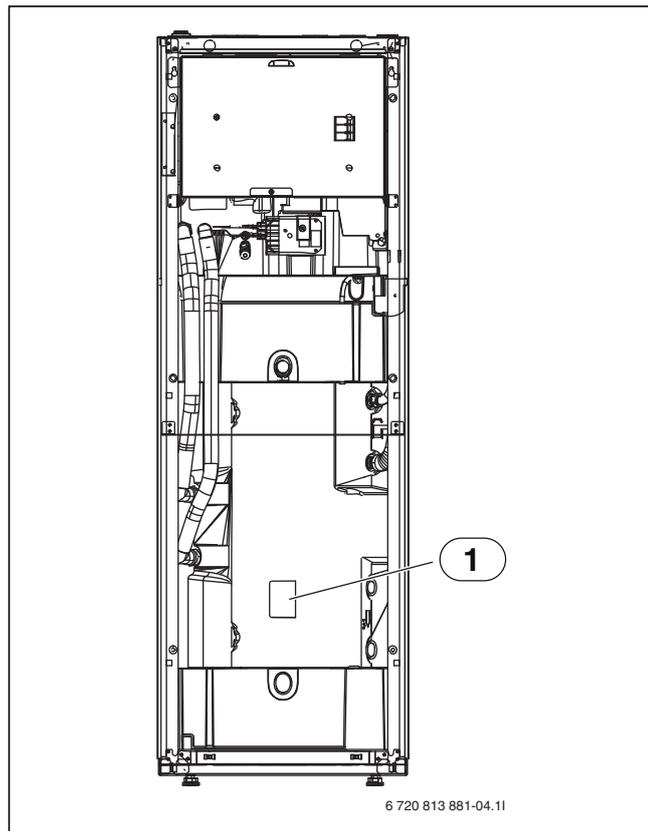

Рис. 11 Датчики TW1 и TS2
- ▶ Установите датчик TS2 температуры бака (→ рис. 11).